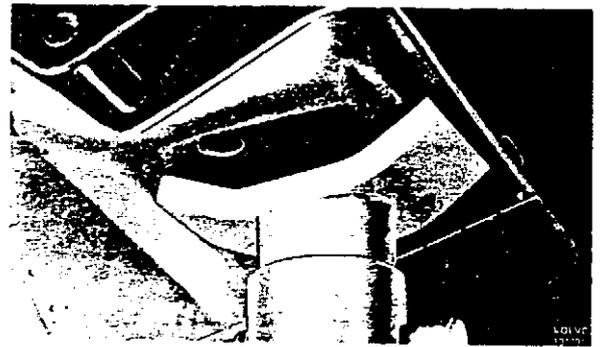

Abb. 33. Aufstellung von Untersetzböcken, 140, 164
- Klötze vor die Vorderräder legen. Hinterradmuttern lösen. Aufspannvorrichtung SVO 2714 auf einem fahrbaren Wagenheber anbringen und mit diesem die Hinterachse anheben (vgl. mit Abb. 61). Karosserie vor den hinteren Wagenheberansätzen aufbocken (siehe Abb. 33) und danach den Wagenheber etwas senken. Darauf achten, daß die Böcke nicht weiter vorn aufgestellt werden als die gestrichelte Linie auf der Abbildung angibt. Hinterräder abnehmen.